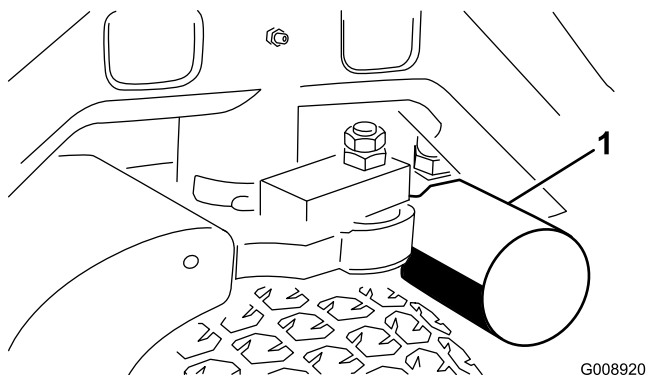
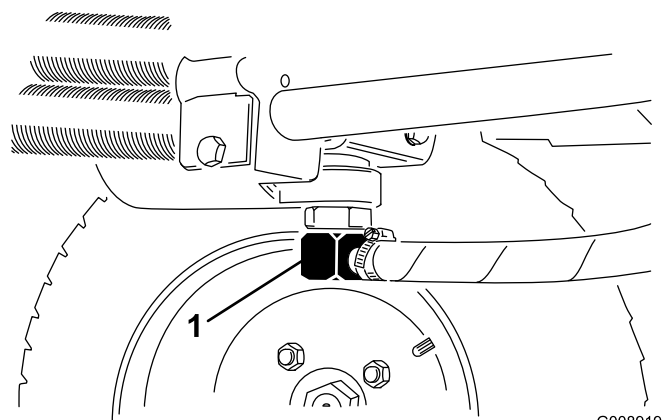

図 56
図 57
3. フィルタ取り付け部の周辺をウェスできれいにぬぐう。フィルタ (図 56) の下に廃油受けを置いてフィルタを外す。
2. 油圧ラインの接続部 (図 57) または油圧フィルタ (図 56) を外し、流れ出すオイルを容器に受ける。オイルが全部流れ出たらラインを元通りに接続する。